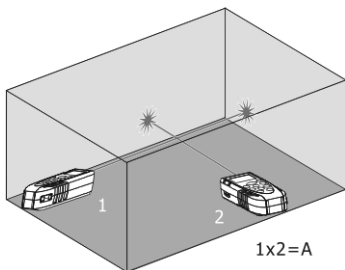

Fig. 7: Esempio di misura di Area
3. Premere il tasto o il tasto laterale **MEAS** per eseguire la prima misura (lunghezza) della superficie in oggetto (vedere Fig. 7). Il valore corrispondente è inserito nel primo display parziale. Il simbolo " " è mostrato a display con lato "2" lampeggiante
4. Premere nuovamente il tasto o il tasto laterale **MEAS** per eseguire la seconda misura (larghezza) della superficie in oggetto (vedere Fig. 7). Il valore corrispondente è mostrato nel secondo display parziale mentre il valore totale dell'area (aggiornato) è riportato sul display risultante